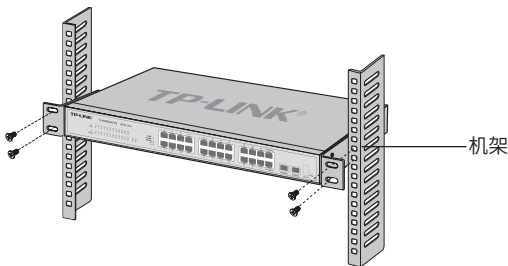

图2-3 机架安装示意图
4. 用螺钉将L型角铁固定在机架两端固定的导槽上，确保设备稳定、水平地安装在机架上，如图2-3所示。